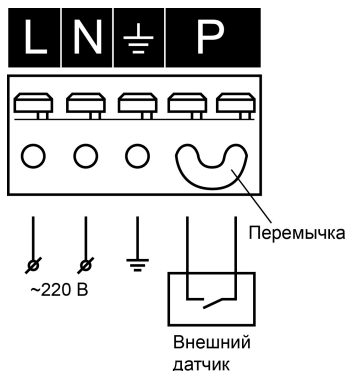

Рис. 1. Расположение контактов.
8.2. Подключите питающие провода к клеммной колодке (рис.1): L – фаза, N – ноль,